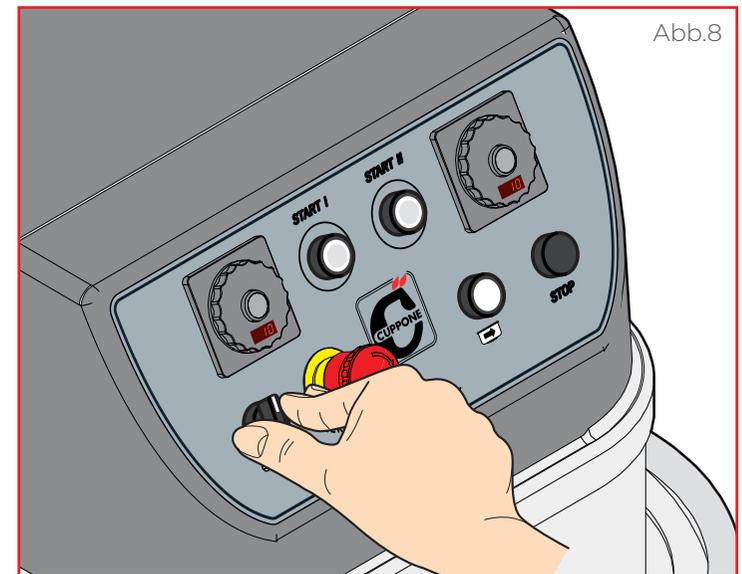

Abb.8
► **Abb.8** Durch Drehen des Hebels (7) kann die Drehung der Wanne gesteuert werden (nur im **START I** Art - niedrige Geschwindigkeit):